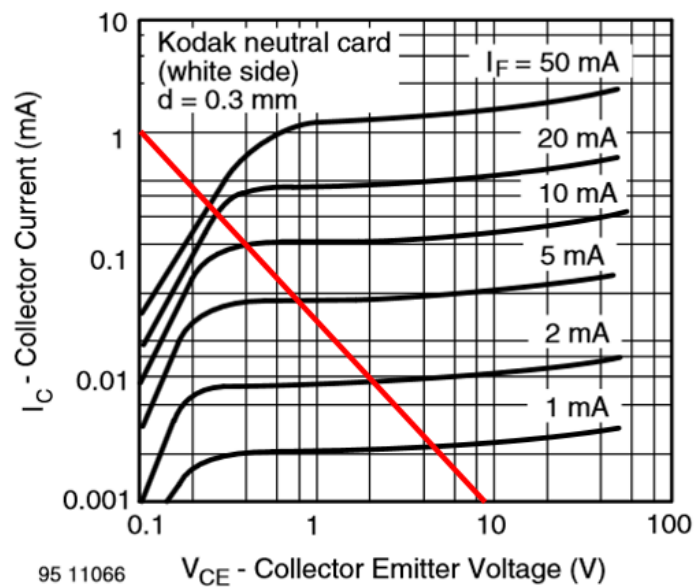

Fig 2
- Que vaut  $R_E$  dans le cas de la droite de charge tracée sur la fig 2 ?
- Au vu de la fig 2, que vaut  $V_{ce}$  si on envoie 50mA dans la diode émettrice ?